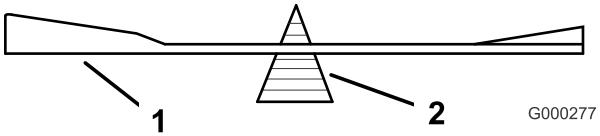

Figure 79
2. Vérifiez l'équilibre de la lame en la plaçant sur un équilibrage (Figure 79). Si la lame reste horizontale, elle est équilibrée et peut être utilisée. Si la lame est